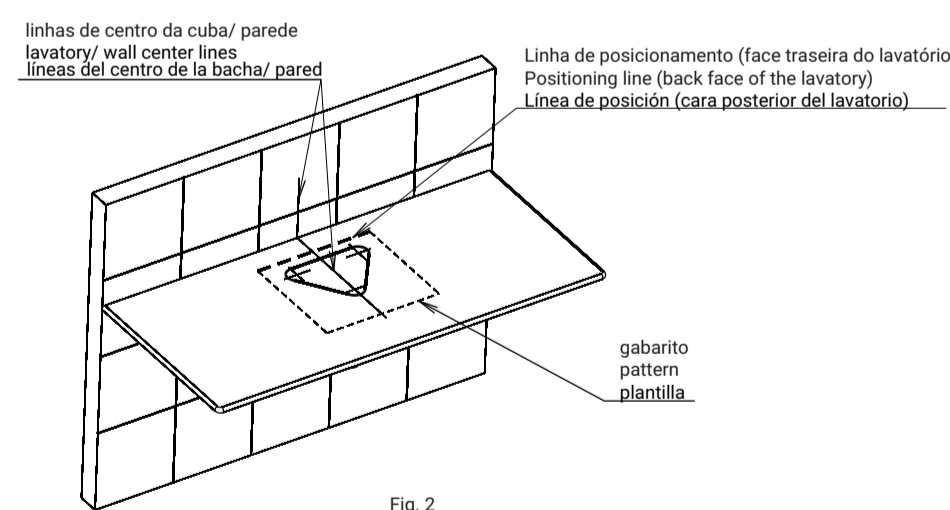

Fig. 2
- Recortar o gabarito e posiciona-lo sobre o tampo e fazer coincidir sua linha de centro com a linha traçada na parede fig. 2, considerando a torneira e o sifão que serão utilizados, cortar o tampo conforme o gabarito.
Cut out the pattern and place it over the countertop and align its center line with the line drawn on the wall according fig.2, considering the tap and siphon that will be used.
Recortar o esquema e sobreponer-lo na tapa, haciendo coincidir la línea del centro con la línea trazada en la pared, de acuerdo con la fig.2, considerando la canilla y el sifón que será usado, cortar la tapa según el esquema.